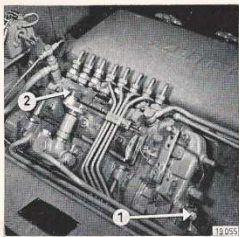

Figure 18
B.3 Vérification du niveau d'huile dans la pompe d'injection et son régulateur à effectuer toutes les 120 heures de marche. La vis témoin de niveau d'huile (1 fig. 18) est à desserrer de 3 tours pour permettre au mélange huile/comburant de s'écouler, ouvrir le bouchon (2 fig. 18) et faire l'appoint avec de l'huile fraîche jusqu'à ce qu'elle déborde à la vis témoin (1 fig. 18). Au bout de 3.000 heures de service ou d'environ 100.000 km, faire le garnissage avec de l'huile fraîche.